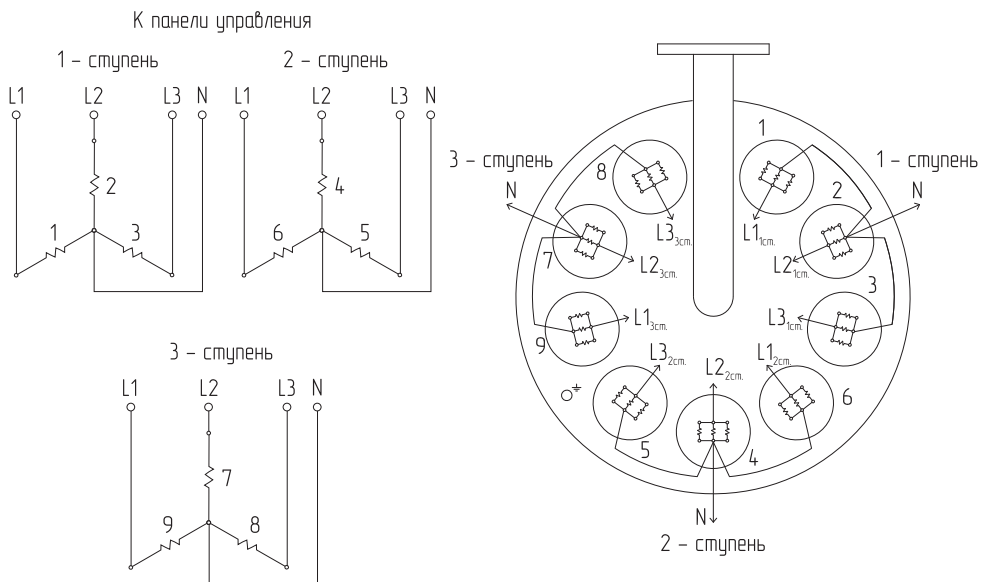
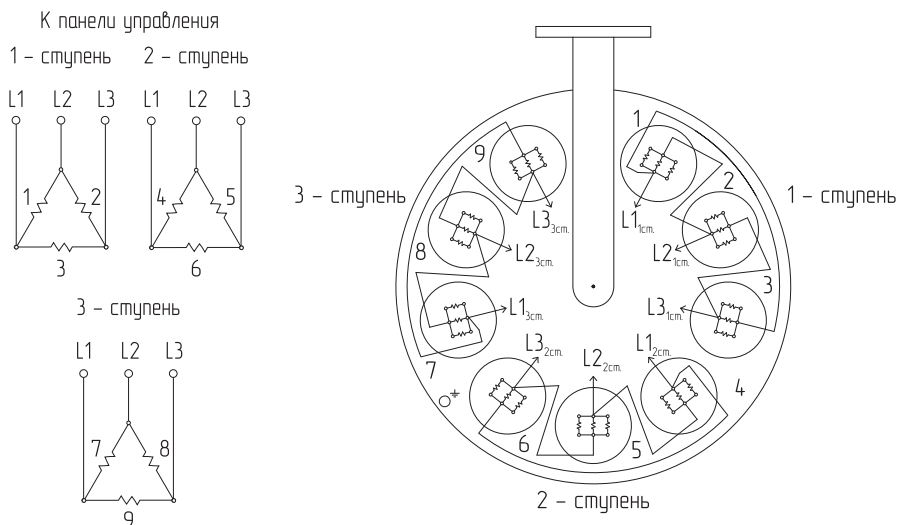

Рис.2 Схема подключения «звезда» для ZOTA Prom от 60 до 100 кВт
Рис.3 Схема подключения «треугольник» для ZOTA Prom от 160 до 400 кВт
- Подключите котел к панели управления согласно схеме подключения (**см. Рис.2, Рис.3**) (обращайте особое внимание на надежность электрических контактов);